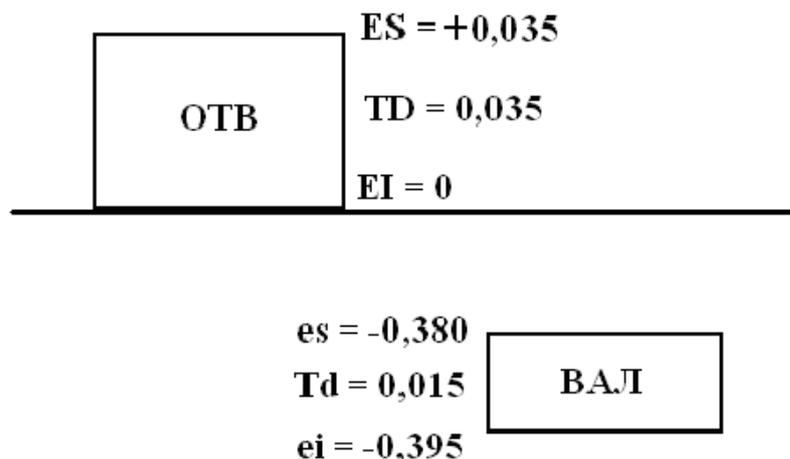

Рис. 4. Пример графического построения полей допусков
7. По полученным данным построим в масштабе графическое изображение полей допусков отверстия и вала (см. рис. 4).